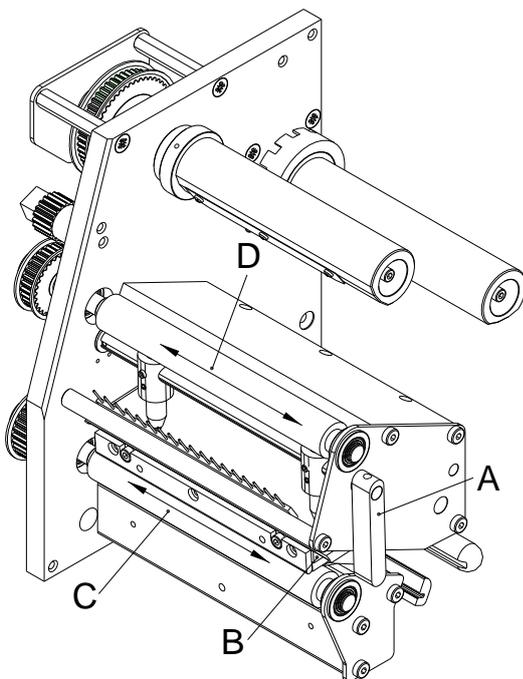

Figure 2
1. Tourner le levier (A, Figure 2) en sens inverse des aiguilles d'une montre pour déverrouiller la tête d'impression.